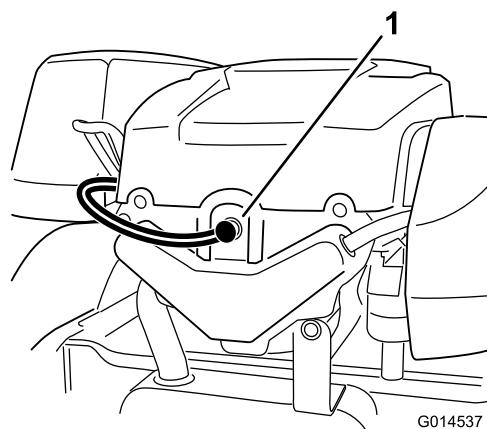

Figure 32
2. Débranchez le fil de la bougie (Figure 32). Nettoyez la surface autour de la bougie pour éviter que des impuretés n'endommagent le moteur en tombant à l'intérieur.
3. Reconnectez le fil à la bougie (Figure 32).